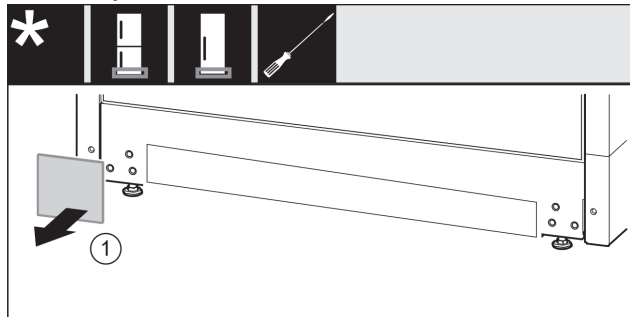

Fig. 17
- Skinite poklopac Fig. 17 (1).